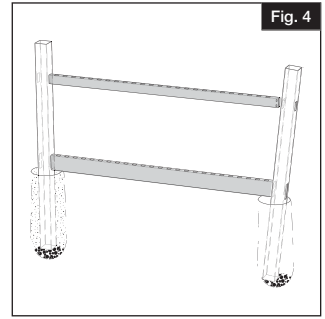

Fig. 4
- a. Insert top and bottom rails into top and bottom post hole routes of both posts (Fig. 4).
- Insérer la traverse supérieure et la traverse inférieure dans les trous toupillés dans les deux poteaux (Fig. 4).